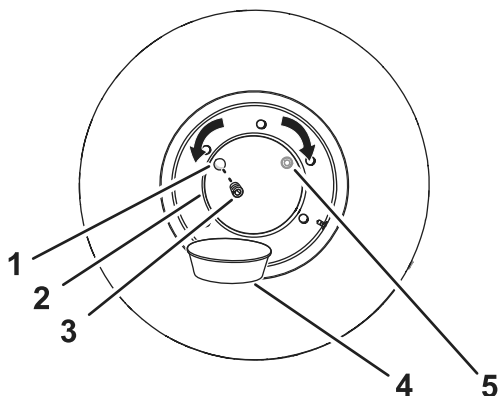

Figura 95
2. Mueva la máquina hacia adelante o hacia atrás hasta que el tapón del cubo de la rueda esté en la posición de las 10 o de las 2 (Figura 95).
6. Compruebe que el nivel de aceite llega a la parte inferior de la rosca del orificio de aceite (Figura 95).
8. Instale el tapón en el orificio de aceite del cubo de la rueda (Figura 95).
1. Mueva la máquina hacia adelante o hacia atrás hasta que el tapón de aceite del cubo de la rueda esté en la posición de las 12; consulte la Figura 95 de Comprobación del nivel de aceite de los cubos de las ruedas (página 71).
4. Coloque un recipiente de vaciado debajo del orificio de vaciado del cubo de la rueda (Figura 95).
5. Retire el tapón del cubo de la rueda (Figura 95).